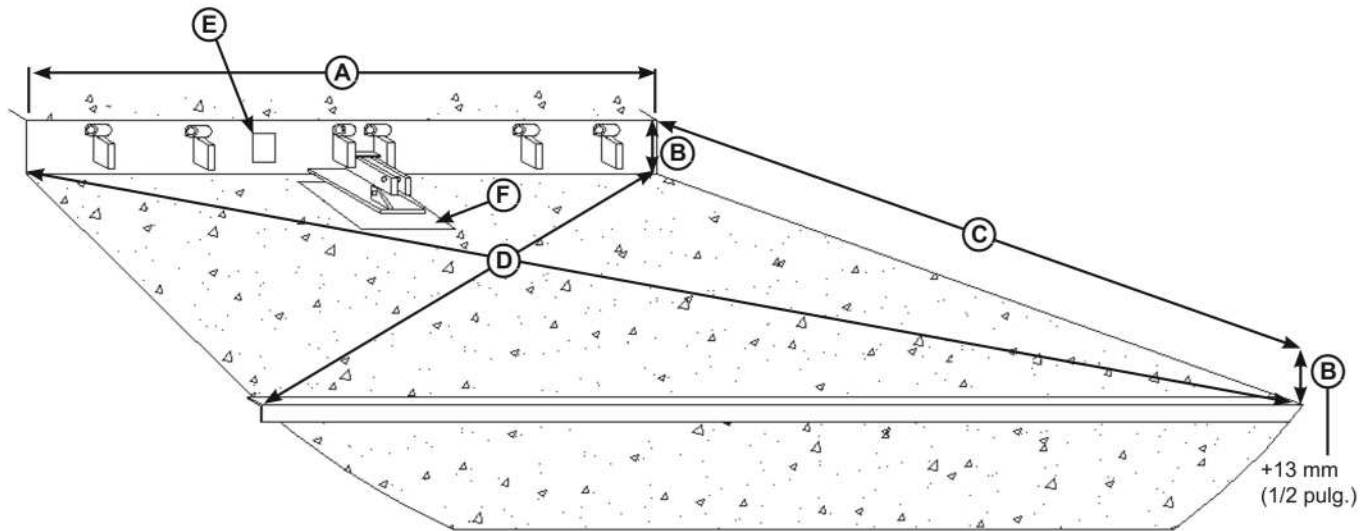

Figura 5
2. Revise toda la fosa del nivelador de andén para revisar que la construcción sea correcta de acuerdo con los planos certificados o aprobados de la fosa. Asegúrese de que la fosa sea cuadrada y tenga la profundidad y reducción adecuadas con las siguientes mediciones, consulte la **Figura 5**:
- Mida la distancia del ancho de la fosa (A) tanto en la parte delantera como trasera de la fosa.
- Mida la distancia del piso del andén al piso de la fosa (B) en ambos lados del perfil de empotramiento trasero y en la parte delantera, si corresponde.
- Mida la distancia de la longitud de la fosa (C) en ambos lados.
- Mida la distancia de esquina a esquina (entrecruzada) (D) en ambos lados. Tome las mediciones a nivel del piso del andén y a nivel del piso de la fosa.
3. Asegúrese de que la caja de empalmes de campo del nivelador de andén (E) y la placa de empotramiento de piso (F) estén en la ubicación correcta conforme a los diagramas de la fosa.